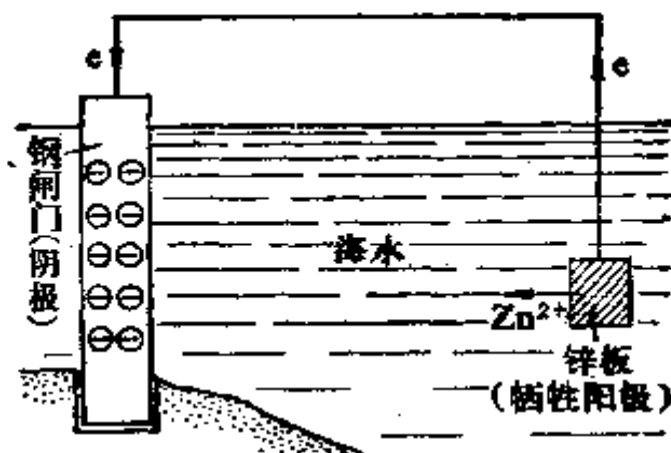

图 5-10 牺牲阳极的阴极保护法示意图
① 金属氧化所生成的电子流跟外加电流的方向是相反的，只要外加足够强的电压，金属腐蚀而产生的原电池电流就不能被输送，因而腐蚀也就不能发生。根据这种防护原理，要保护的金属是在阴极，因此，这种方法叫做外加电流的阴极保护法。
(2) 牺牲阳极的阴极保护法
牺牲阳极①的阴极保护法是在要保护的钢铁设备上联结一种更易失去电子的金属或合金。例如，钢闸门的保护，有的就应用这种方法。它是用一种比铁更为活泼的金属，如锌等，联结在钢闸门上。这样，当发生电化腐蚀时，被腐蚀的是那种比铁活泼的金属，而铁被保护了(图5-10)。通常在轮船的尾部和在船壳的水线以下部分，装上一定数量的锌块，来防止船壳等的腐蚀，就是应用的这种方法。